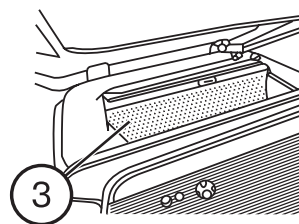

Рис. 71.
6. Очистку фильтра 3 (рис. 71) производите по мере необходимости, но не реже чем через 125 ч работы трактора. Инструкции по очистке изложены в таблице на фильтре.